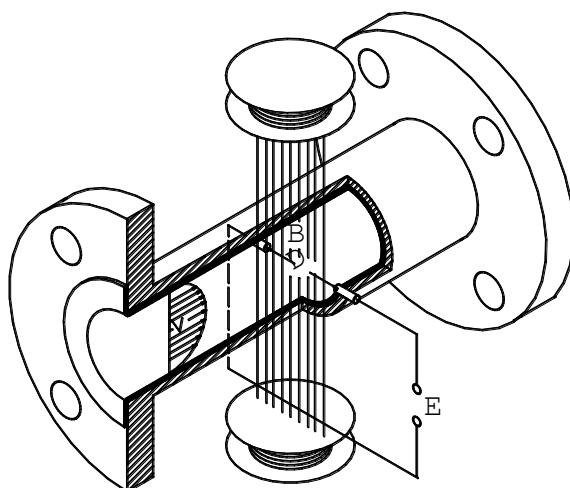

Рисунок 4.1
4.1.1 Принцип действия расходомера основан на явлении электромагнитной индукции (см. рисунок 4.1).
4.2.4 ППР представляет собой отрезок трубопровода из немагнитного материала (см. рис.4.1), внутренняя поверхность которого футерована диэлектриком (фторопластом). В диаметрально противоположных стенках трубопровода установлены два электрода, контактирующие с измеряемой средой и предназначенные для съёма ЭДС индукции (E). Благодаря такой конструкции ППР расходомер вносит минимальное гидравлическое сопротивление в поток жидкости. Магнитная система ППР состоит из двух последовательно включённых катушек возбуждения и магнитопровода. ЭДС индукции усиливается в блоке аналоговой обработки ПМ, преобразуется в цифровую форму и поступает затем в блок цифровой обработки сигнала. Блок аналоговой обработки сигнала также формирует ток, поступающий на катушки возбуждения магнитной системы ППР.